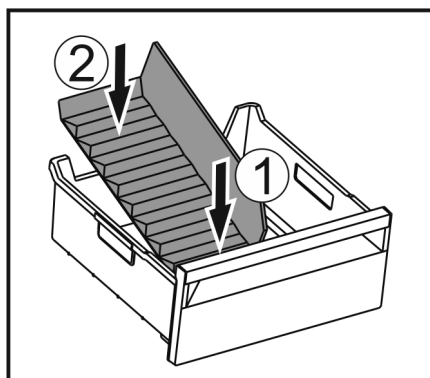

Fig. 152
- Installer la partie avant du séparateur de congélateur. Fig. 152 (1)
- Abaisser la partie arrière du séparateur de congélateur jusqu'au fond du tiroir. Fig. 152 (2)